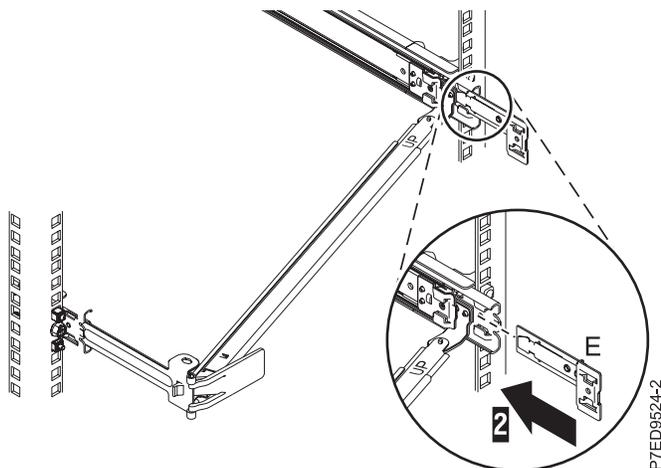

Figura 15. Colocación de la pieza de extensión en el riel deslizante
- Deslice la abrazadera de extensión (E) en el riel deslizante derecho (1). Empuje la pieza de sujeción en el riel deslizante hasta que el pestillo accionado por resorte quede encajado en su sitio, tal como se muestra en la Figura 15.